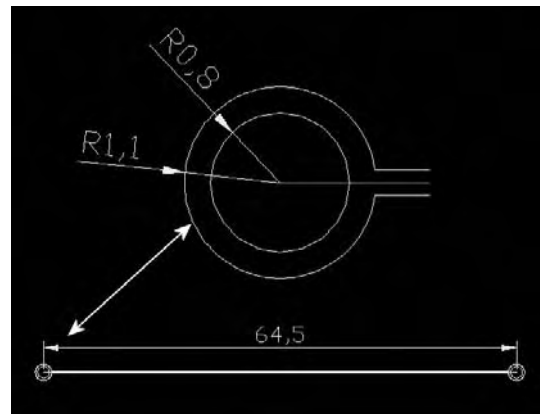

Fig.17.6
- 4 Ajustez l'ensemble (fig.17.6) et transformez le contour en polyligne.